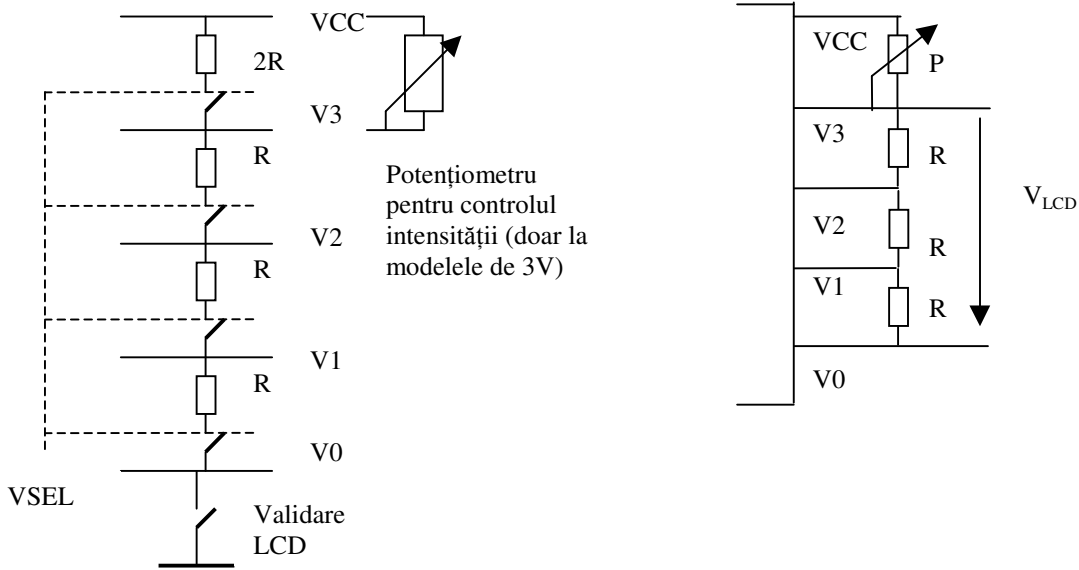

Figura 5.75: alimentarea cu divizor intern (stânga) și extern (dreapta)
2. Varianta cu divizor poate fi cu divizor intern și atunci conține o rezistență ca divizor sau cu divizor extern și atunci se poate conecta o rezistență externă de la V0 la V3. Aceste rezistențe sunt comandate de bitul VSEL din registrul LCDCC, astfel dacă VSEL=1 se folosește divizorul intern. La modelele care nu au divizor intern se conectează rezistențe în exterior. Schemele bloc pentru variantele cu divizor sunt date în figura 5.75.